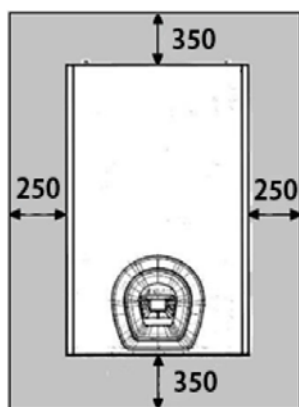

Рисунок 5.1 Все значения приведены в мм
- оставить вокруг котла минимальное свободное пространство, см. Рисунок 5.1.